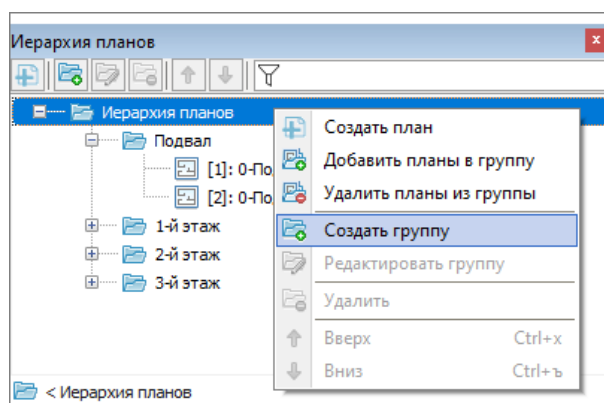

Рисунок 6-591 Создание группы планов в дереве иерархии планов через контекстное меню группы планов
- либо вызовите для группы иерархии планов, которая будет родительской для создаваемой группы элементов, контекстное меню и выберите в нем пункт « Создать группу» (см. Рисунок 6-591),